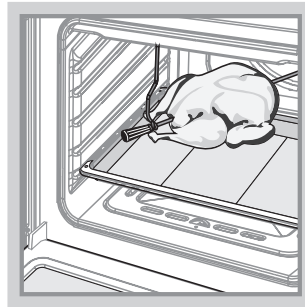

Рис. 12
- Насадите на штык кусок мяса или тушку птицы и закрепите его вилками посредством крепежных винтов. Закрепленный на штыке кусок мяса должен находиться точно под грилем (рис. 12).